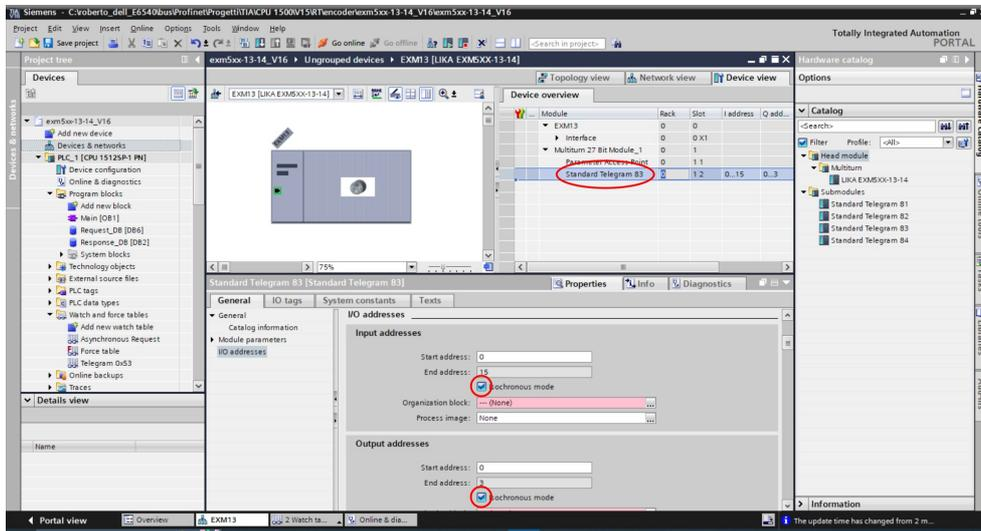

Figura 53 - Impostazione della modalità isocrona per il telegramma
6. nell'area di lavoro **Device overview** selezionare ora il telegramma che si è installato (Telegramma Standard 83 in Figura 53);